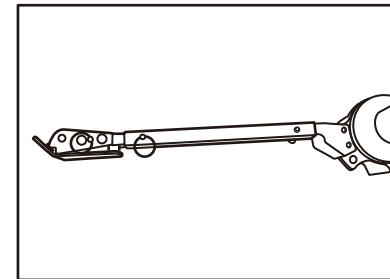
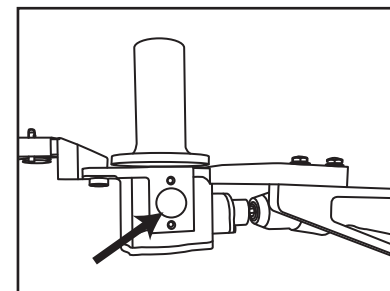

Fig. 12
Fig. 14
2. La extensión delantera (6) se puede alargar retirando el pasador frontal y deslizando la extensión. Vuelva a instalar el pasador para asegurar la extensión delantera (6). Esto alargará el extractor 6" adicionales (Fig. 12 y 13).
4. Si se produce deslizamiento de la cuerda en el cabrestante (1), detenga el extractor y agregue vueltas adicionales al cabrestante (1) para aumentar la fricción y disminuir el deslizamiento.
5. Para tirones subterráneos largos, la adición de un trozo cortado y roscado de conducto rígido de $\frac{3}{4}$ " se puede roscar en la parte inferior de la caja de engranajes (4) para mayor soporte (Fig. 14).
6. El cabrestante (1) se puede quitar para facilitar la extracción de la polilínea / mule tape. Con un agarre firme en el cabrestante (1), retírelo de la caja de engranajes (4). Esta función se puede usar cuando el cabrestante (1) está lleno y se puede iniciar la remoción y reemplazo de un segundo cabrestante (1). Con el nuevo cabrestante (1) en la mano, alinee el pasador de índice en el eje de salida de la caja de engranajes con las muescas en la parte inferior del cabrestante (1) y presione el cabrestante (1) firmemente hacia la caja de engranajes (4) hasta que encaje. Consulte la Sección A de CONFIGURACIÓN DE POLILÍNEA / MULE TAPE para obtener instrucciones de configuración.